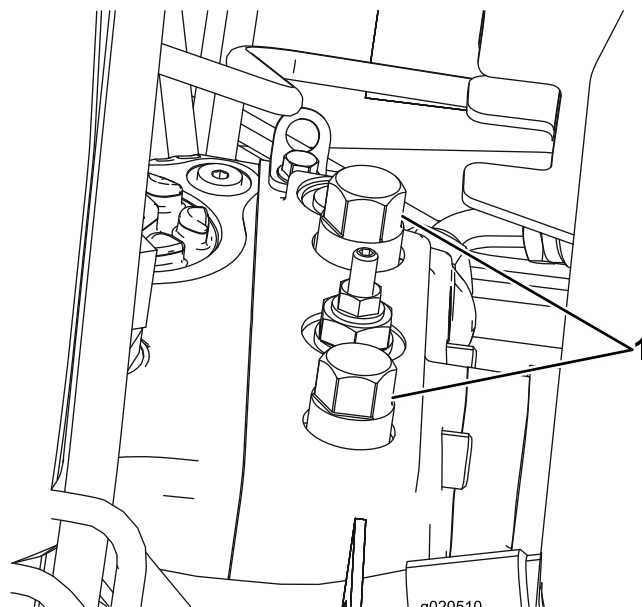

図 44
- フードを開け、バッテリーボックスの後ろにあるポンプの上面についているバイパスバルブを探し出す 図 44。